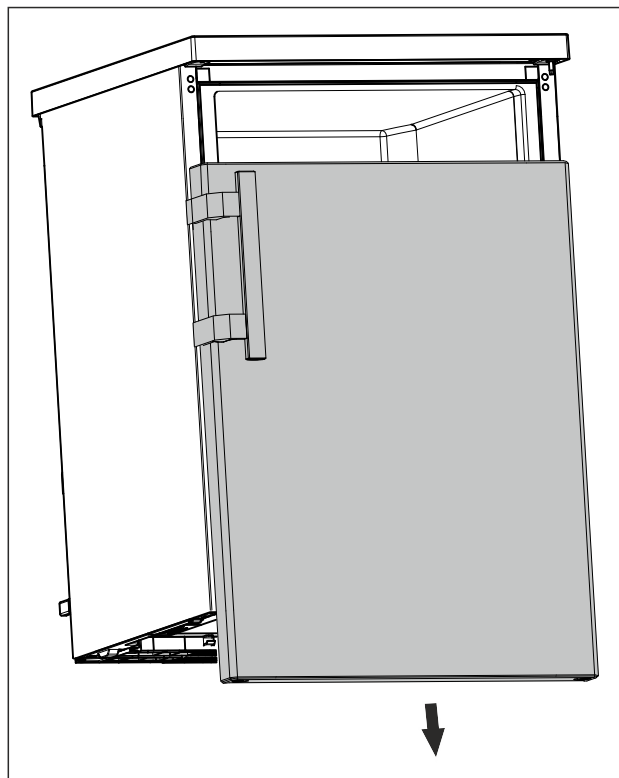

Fig. 9
- ▶ Zdjąć drzwi w dół. (patrz Fig. 9)